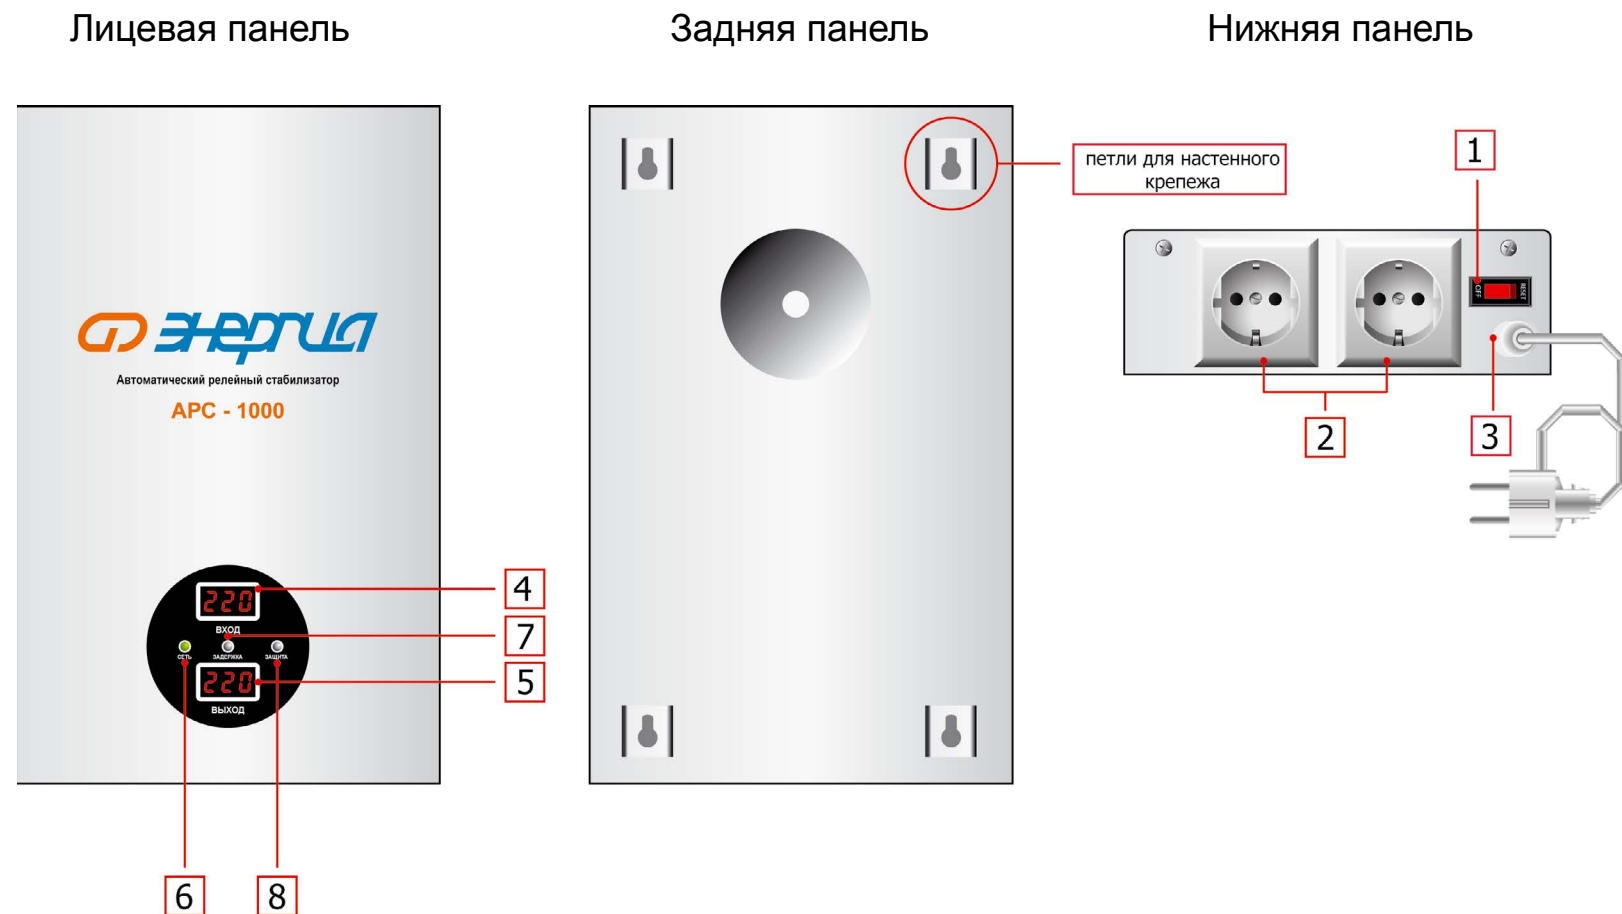

Рис.1
4.1. Перечень составных частей изделия (рис. 1)